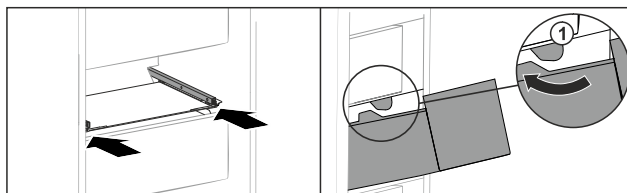

Fig. 100
- Ved'te zásuvku podél zářezek Fig. 100 (1).